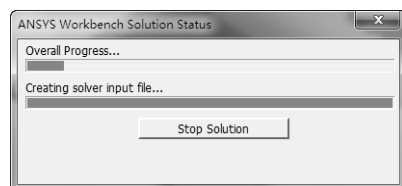

图 6-81 求解进度条
1) 单击工具栏上的【Solve】按钮 ，启动求解，系统弹出进度条，表示正在求解。求解完成后进度条自动消失，如图 6-81 所示。